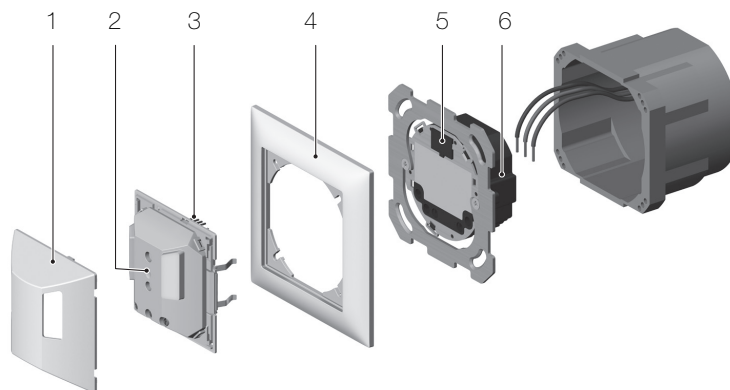

fig. 24 Montage pirios 180, Sec – encastré
2. Raccordez l'actionneur (5) comme indiqué sur le schéma (→ chapitre 11).
3. Montez l'actionneur (fig. 24 montre le montage encastré Sec). Respectez les indications concernant l'évacuation d'eau pour les applications humides (NAP/NUP) (→ chapitre 8.1.2).
4. Enlevez la feuille de protection de la fiche femelle (4).
5. Placez le capteur (2) avec le cadre (7) sur l'actionneur (6) de telle manière que les contacts mâles à 8 pôles (3) s'engagent dans la fiche femelle (5) de l'actionneur.
9. Montez la couverture (1).